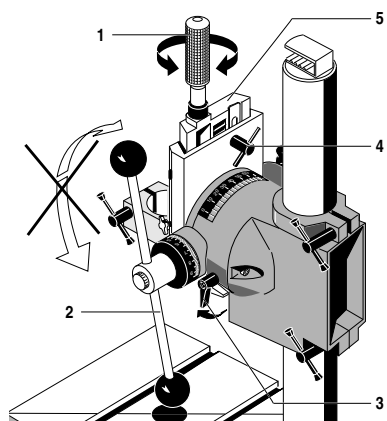

Fig. 4
Подача салазок **5** (рис. 4) при сверлении может осуществляться при помощи рычага **2**. Для фрезерования салазки регулируются посредством ходового винта прецизионной подачи **1**. Одно деление шкалы показывает перестановку салазок на 0,1 мм, поворот ходового винта на один оборот обеспечивает перестановку на 2 мм.
1. Переключатель режимов работ «Сверление – Фрезерование» **3** (рис. 4) установить в положение «Фрезерование» („Fr sen.“). Для этого по мере необходимости слегка подвигать рычагом **2**, чтобы ходовой винт **1** зафиксировался.
При включенной прецизионной подаче (переключатель режима работы находится в положении «Фрезерование» („Fr sen.“) **никогда не пытайтесь с силой воздействовать на рычаг 2 (рис. 4) (шестерня разрушается)!**
1. Стопорный винт упора, ограничивающего глубину обработки **4** (рис. 4) ослабить лишь слегка, чтобы упор, ограничивающий глубину обработки был расфиксирован не полностью. При необходимости упор, ограничивающий глубину обработки, потянуть вверх.
Прецизионную подачу **3** (рис. 4) установить на «Сверление» („Bohren“)!
2. Салазки **5** (рис. 4) перевести в требуемое нижнее положение при помощи рычага **2** и снова затянуть фиксирующий винт упора, ограничивающего глубину обработки **4**.